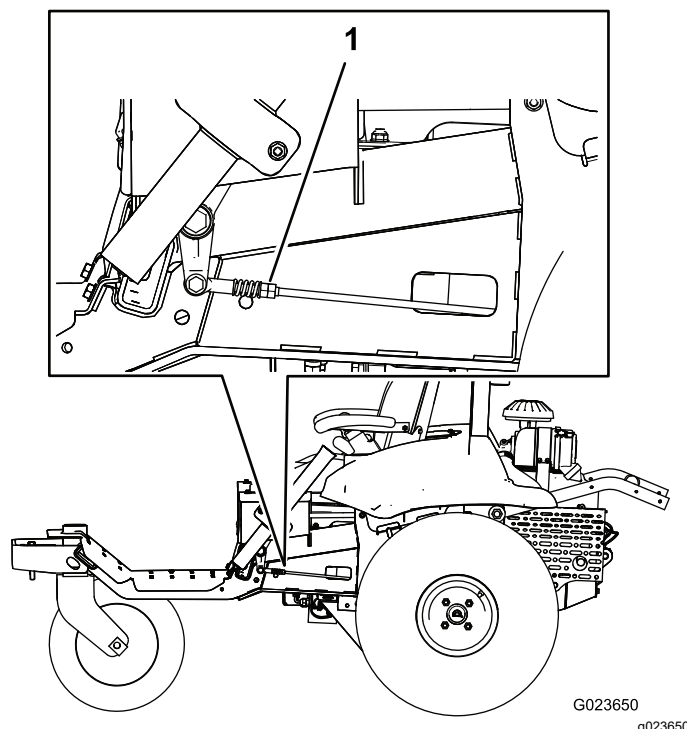

Figure 60
7. D'un côté de la machine, tournez lentement les doubles écrous sur la tringlerie (Figure 60) jusqu'à ce que la roue de ce côté commence à tourner; tournez ensuite les doubles écrous dans l'autre sens jusqu'à ce que la roue tourne dans la direction opposée.